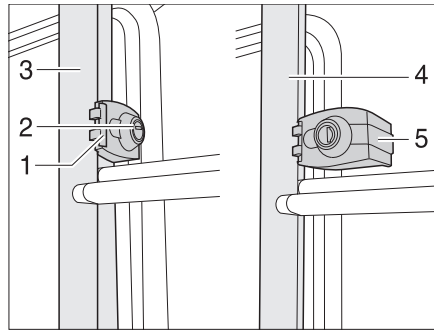

Bild 3 Låsning för bakre stegen
- Sätt in nyckeln i låscylindern (Bild 3,2) för den bakre stegens låsning (Bild 3,1) och vrid den ett kvarts varv tills nyckeln är i lodrätt läge.
- Håll fast den bakre stegens fällbara del (Bild 3,4) och sväng ut säkringsbygeln (Bild 3,5).
- Sätt in nyckeln i låscylindern (Bild 3,2) för den bakre stegens låsning (Bild 3,1).
- Sväng säkringsbygeln (Bild 3,5) inåt runt röret för den bakre stegens fasta del (Bild 3,3).